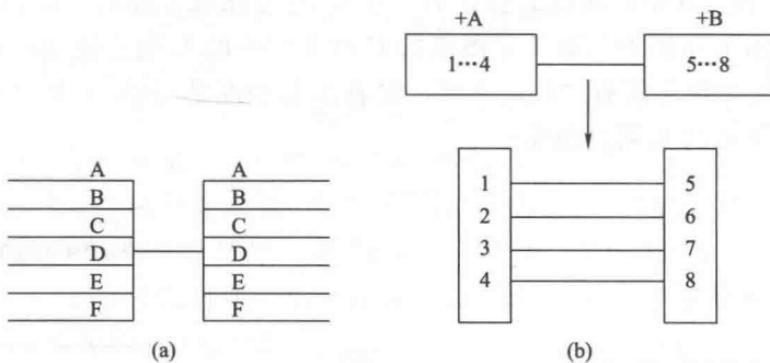

图 1-2 单线表示法
② 图线的连接表示法及标志。连接线可用线或单线表示，为了避免线条太多，以保持图面的清晰，对于多条去向相同的连接线，常采用单线表示法，如图 1-2 所示。